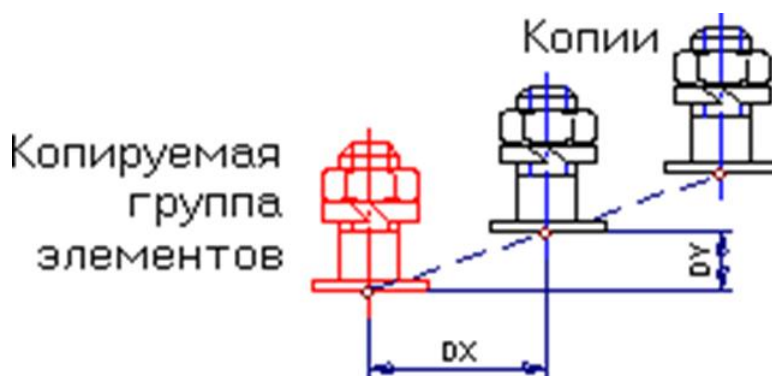

Рисунок 6
**Линейное копирование (линейный массив)** позволяет создавать группу копий элементов, упорядоченно расположенных вдоль прямой (рисунок 6).